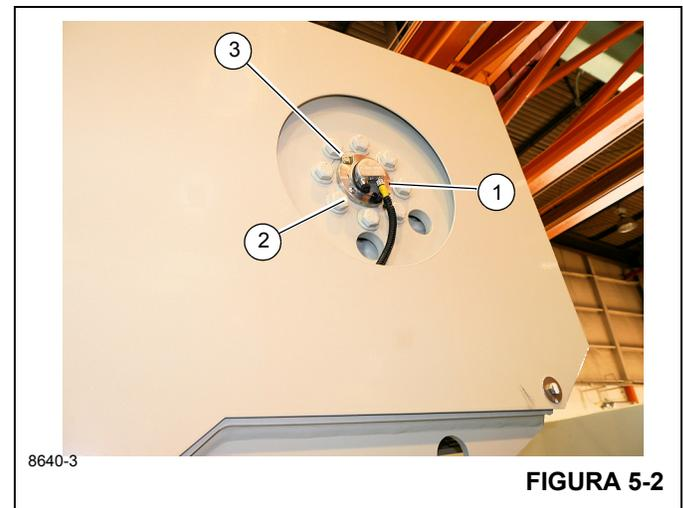

FIGURA 5-2
1. Suelte el collar del conector y desenchufe el cable del DRI (1, Figura 5-2).
2. Saque los dos tornillos retenedores (2).
5. Meta el DRI en el tambor de modo que la muesca quede alineada con el respiradero (3, Figura 5-2).
6. Fije el DRI con los tornillos retenedores (2, Figura 5-2).